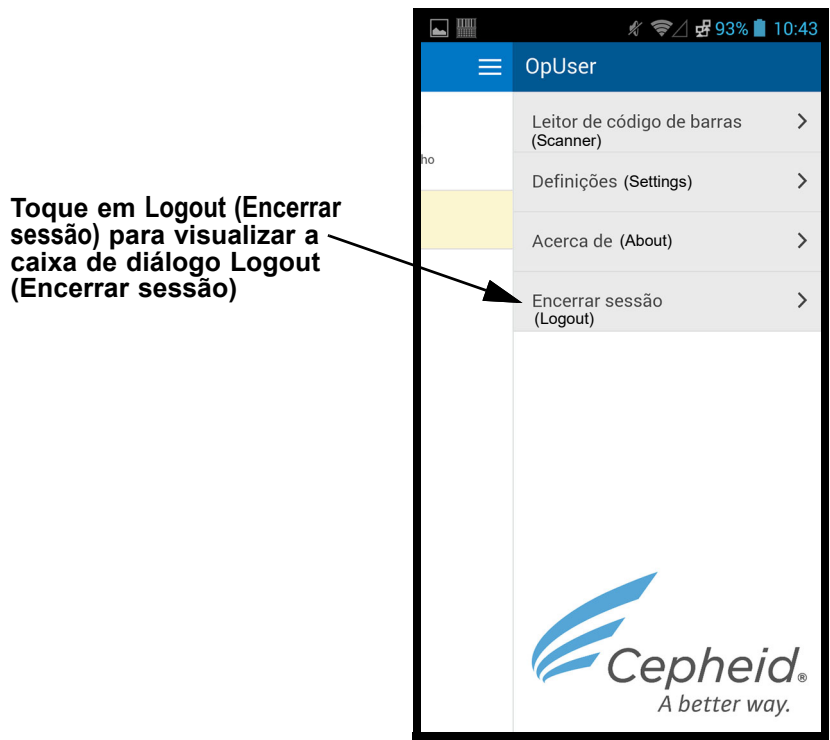

Figura 5-200. Menu pendente do leitor Cepheid Link
10. Quando acabar de ler todas as amostras e cartuchos, desative o Cepheid Link. Aceda ao menu do leitor tocando no ícone Menu no menu pendente (ver Figura 5-191). Será visualizado o menu do leitor. Ver Figura 5-200.